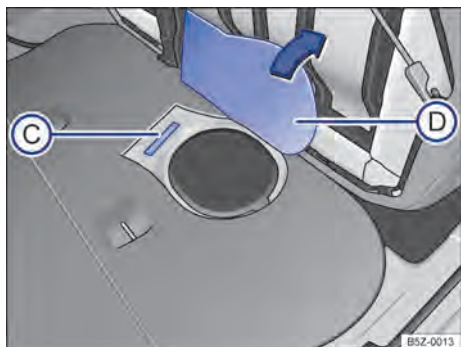

Fig. 198 Debaixo do banco traseiro sob o revestimento do assoalho (D): número de identificação do veículo (C).
O número de identificação do veículo está localizado debaixo do banco traseiro sob o revestimento do assoalho → Fig. 198 (C). Para encontrar o número de identificação do veículo, rebater o banco traseiro e levantar o revestimento do assoalho → Fig. 198 (D).